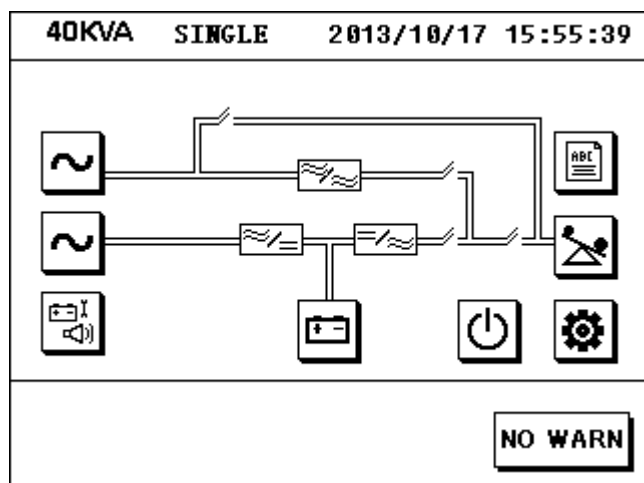

Рис. 4-1: Предстартовое состояние экрана. Все потоки энергии деактивированы в ИБП.
- 2 Включите автомат входа выпрямителя ИБП. После нормальной активации дисплея (см рис. 4-1), нажмите на экране в главном интерфейсе пиктограмму вкл/откл “”, выберите «ON» (ВКЛ.) и затем нажмите «YES». Вы также можете запустить ИБП и кнопками - используйте кнопки управления: нажмите кнопку “ON” на панели управления более чем на 1 сек.. В этот момент запускается таймер задержки старта выпрямителя (по умолчанию время задержки 10с.), затем происходит мягкий старт выпрямителя, зелёный индикатор выпрямителя (REC) мигает на светодиодной панели. Через 10 секунд выпрямитель полностью запускается и начинает работать, зелёный светодиод REC горит постоянно. Затем автоматически происходит мягкий старт инвертора, зелёный светодиод инвертора (INV) мигает, и затем через 3 секунды инвертор начинает работать нормально. ИБП подаёт питание с инвертора на выход.